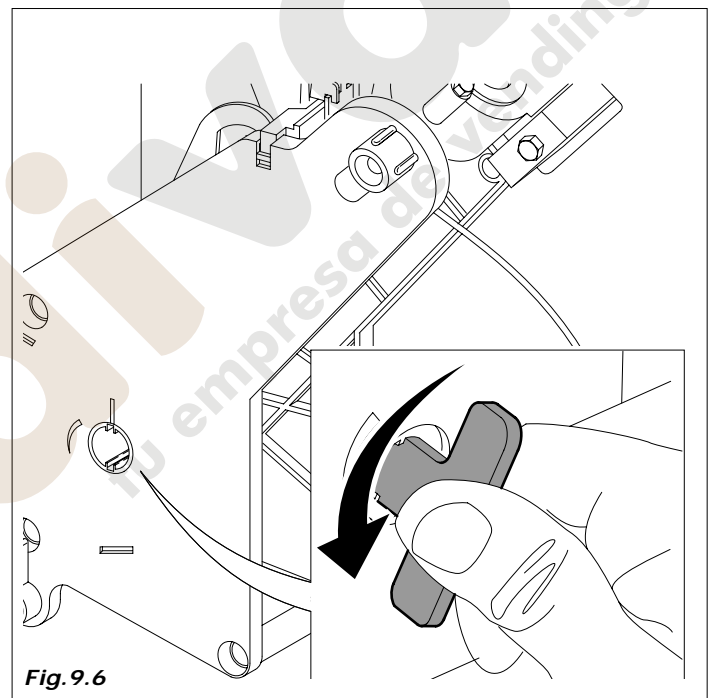

Fig. 9.6
- Pimpiar los residuos de café del grupo. Este se puede extraer para facilitar la tarea (Fig. 9.6)